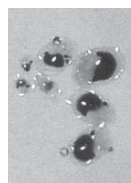
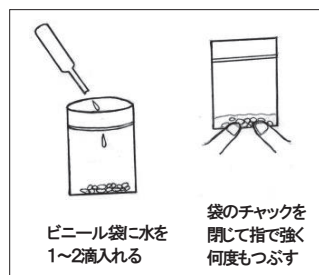

図1
図2
- (1) 生きたウミホタルをガラス製ボウルに入れルーペで観察し、指で触ったり、かき混ぜたりして、発光の様子をみましょう（図1）。
- (2) 超音波洗浄機で生きたウミホタルを刺激するとどうなるか、観察してみましょう。
- (3) チャック付きビニル袋に乾燥ウミホタルを少量入れルーペで観察します。次にスポイトで袋に水を 1 ～ 2 滴いれ、チャックを閉じて袋を強く押さえてウミホタルをつぶしてみましょう（図 2）。